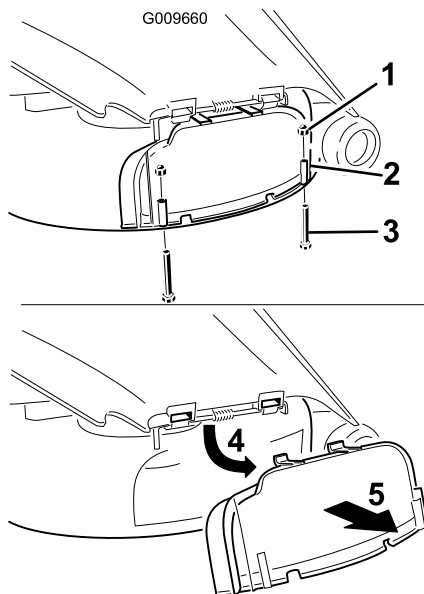

Figura 29
3. Remova os 2 parafusos e porcas que fixam a cobertura de descarga ao cortador (Figura 29).